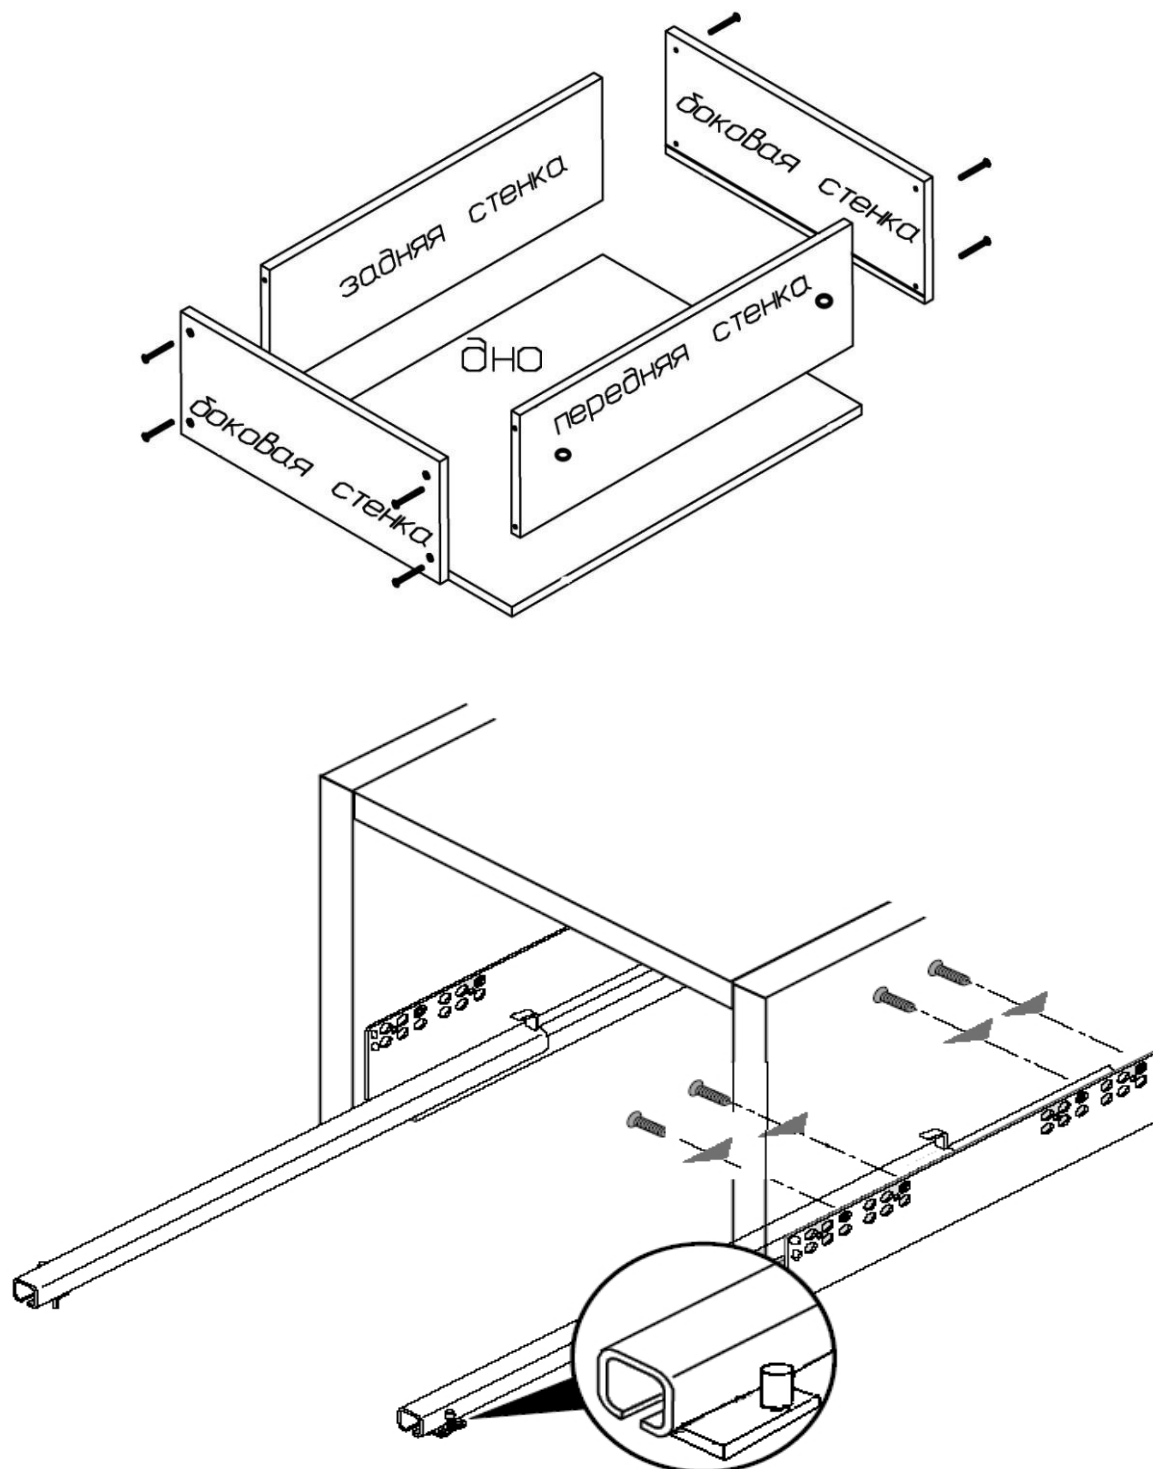

Рис. 5
3. На боковые стенки тумб (32), (33), (34), (35) установить направляющие с помощью крепежных шурупов 6,3x10,5мм, при установке направляющих - первое отверстие на боковой стенке совместить с четвертым отверстием в верхнем ряду на направляющей (рис. 5).